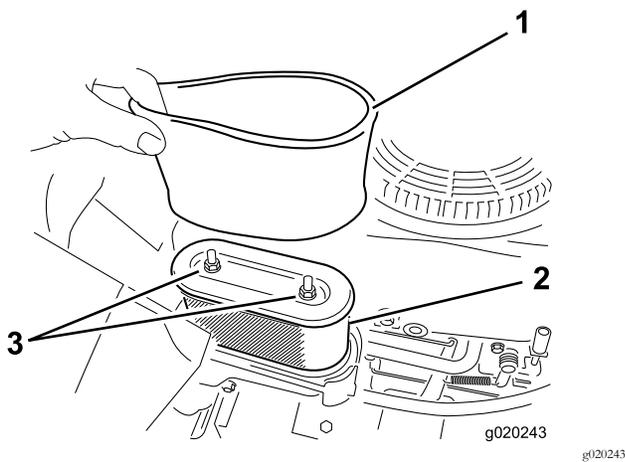

Figura 36
4. Retire cuidadosamente los elementos de gomaespuma y papel de la carcasa del limpiador de aire (Figura 36).
1. Instale el filtro de gomaespuma sobre el filtro de papel (Figura 36).